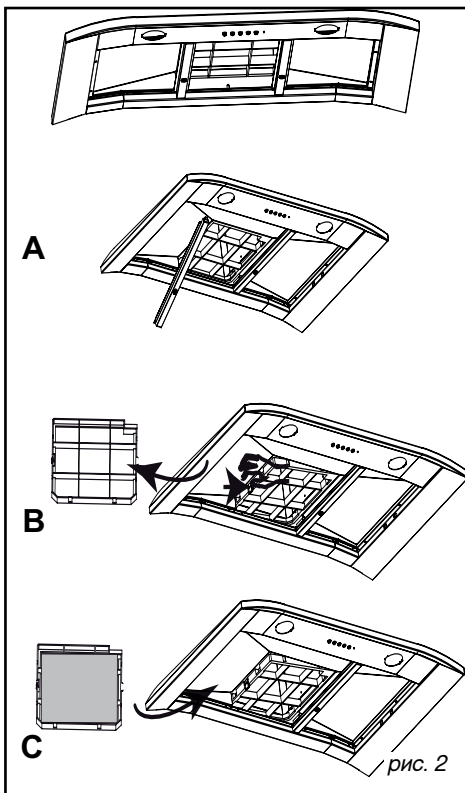

рис. 2
• ЗАМЕНА УГОЛЬНОГО ФИЛЬТРА (рис. 2)